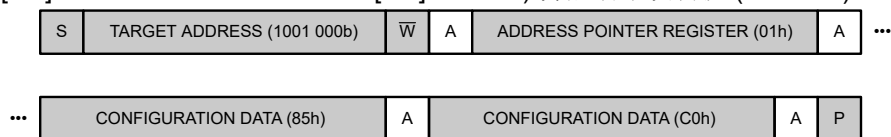
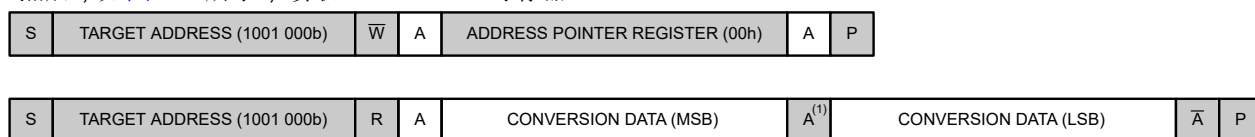
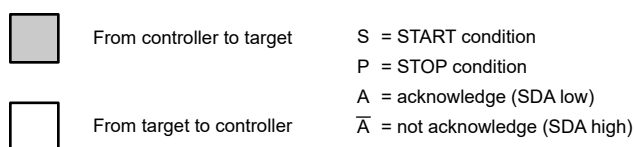

图 9-5. 对 Configuration 寄存器进行写入
图 9-7. 读取 Conversion 寄存器
图 9-8. I2C 序列图的图例
3. 然后，如图 9-7 所示，读取 Conversion 寄存器。
为了节省时间，还可以在读取转换结果（步骤 3）之前启动新的转换（步骤 4）。图 9-8 列出了图 9-5 至图 9-7 的图例。